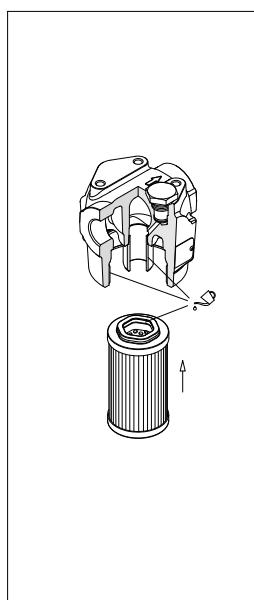

fig. 4
- (Fig. 4) Lubrificare con il fluido di lavoro lo Hex Ring dell'elemento filtrante, il codolo e la sede della testata, quindi calzare l'elemento filtrante sul codolo. Prestare attenzione a non danneggiare la guarnizione Hex Ring